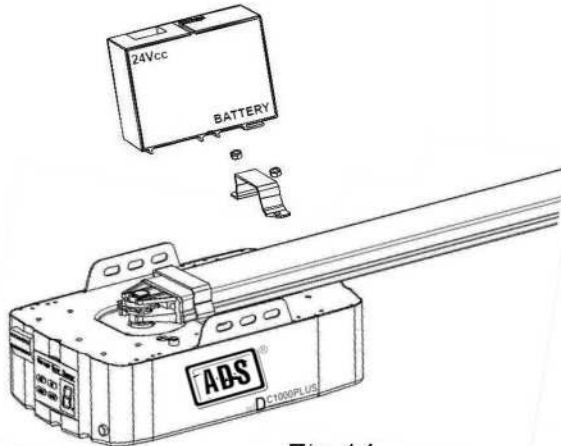

Fig.14
- 1.Ensamble la Batería de Respaldo y el Soporte de la Batería como en la imagen, fije con los Tornillos suministrados (Fig.14).